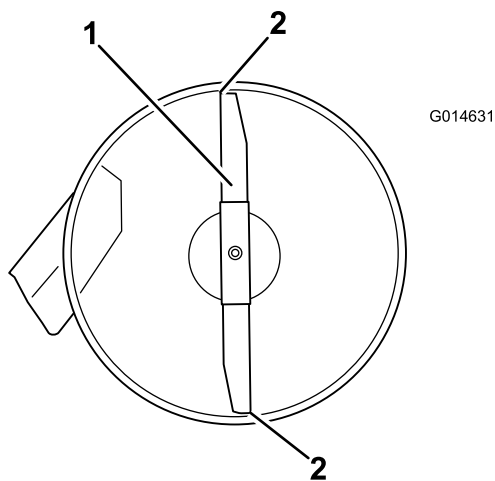
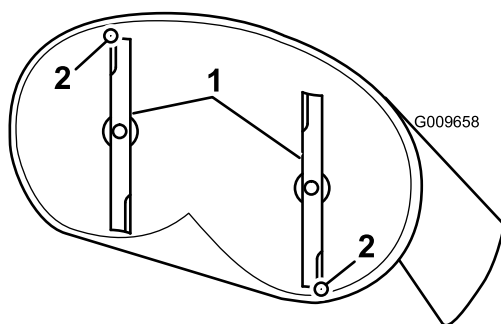
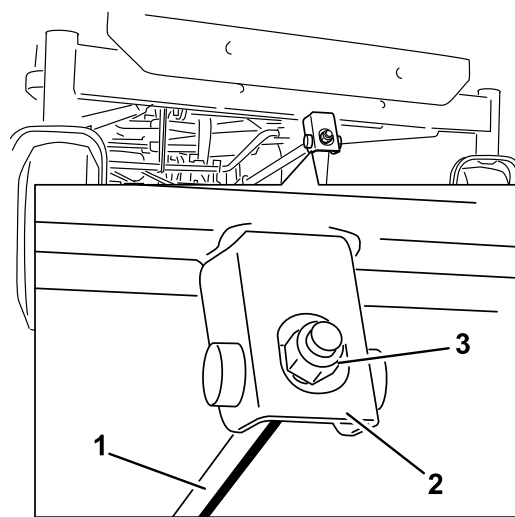

Figura 63
Figura 64
Figura 65
- Rode cuidadosamente as lâminas para que estejam da frente para trás (Figura 63 e Figura 64).
- Meça da ponta da lâmina da frente até à superfície plana e da ponta da lâmina de trás até à superfície plana (Figura 63 e Figura 64).
- Para ajustar a inclinação da lâmina da frente para trás, rode a porca de ajuste na parte da frente do cortador (Figura 65).
- Após o ajuste, verifique inclinação entre frente e a traseira, continue a ajustar a porca até que a ponta da lâmina frontal esteja 1,6 a 7,9 mm mais baixa que a ponta da lâmina traseira (Figura 64 e Figura 65).